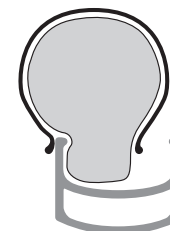

Figura 15. Spingere di lato il primo tallone e inserire la camera d'aria.
- Spingere lo pneumatico e la camera d'aria fino a quando questa è assestata all'interno del cerchio (Figura 15).